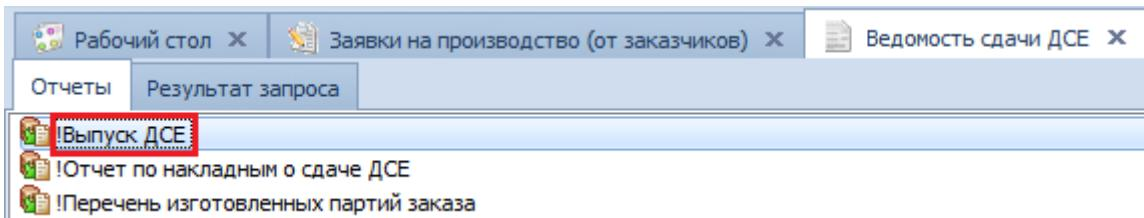

Рисунок 17. Пример выбора отчёта
- 2.6. На вкладке «Отчеты», а списке выбрать отчёт, который необходимо сформировать — например, «!Выпуск ДСЕ» и выделить его (рис. 17).